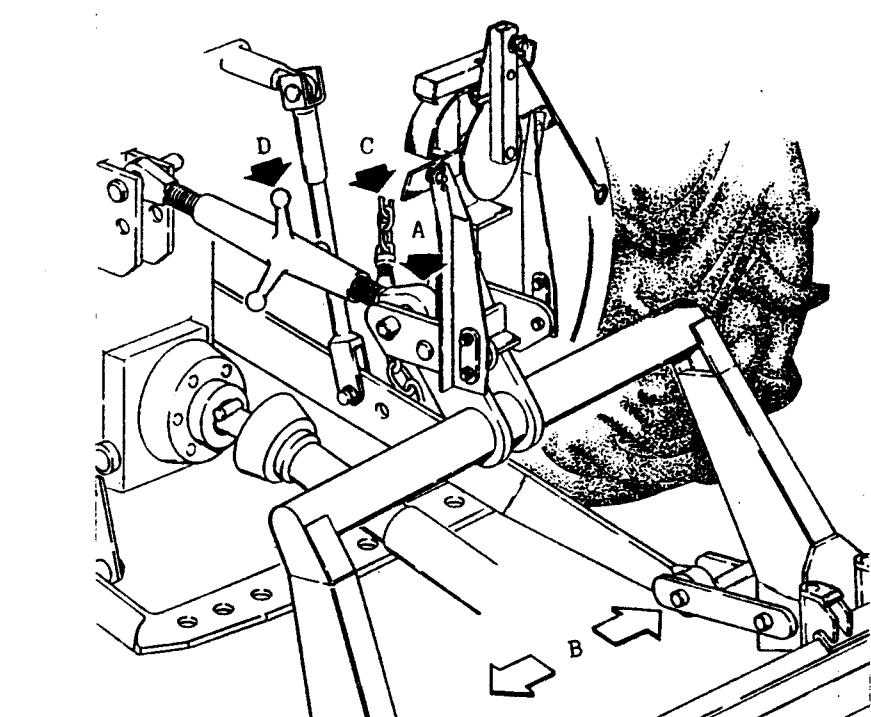
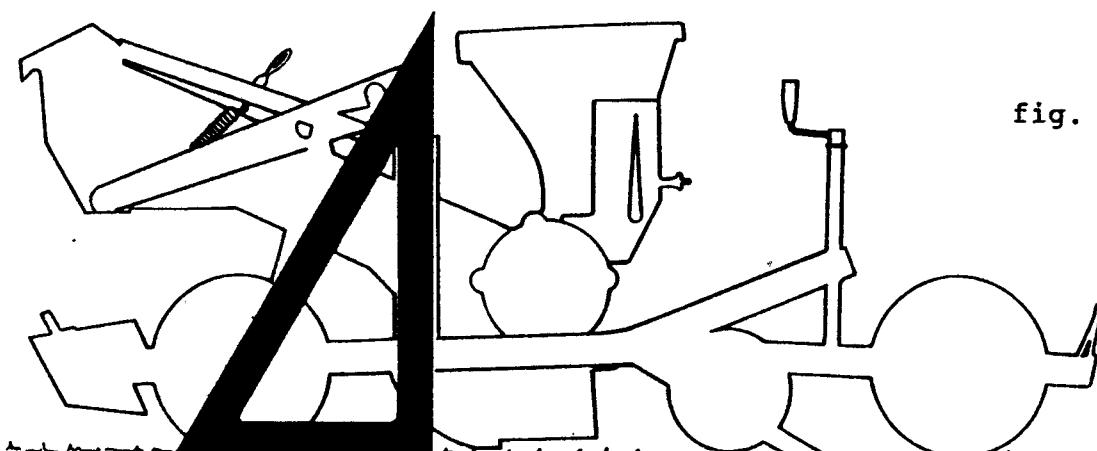

fig. 1
fig. 2
① Attacco seminatrice al trattore
Collegare la seminatrice al trattore sui tre punti (A-B) Fig. 1. Tendere le catene stabilizzatrici (C) del trattore per centrarla e ridurre al minimo le oscillazioni laterali durante la semina.
Con il braccio del terzo punto (D) regolare l'inclinazione dei seminatori la cui posizione è corretta quando sono perpendicolari al suolo (Fig. 2). Prima di iniziare la semina sollevare i puntelli di sostegno della seminatrice.
② Coupling of the planter
Couple the planter to the three points of the tractor (A-B) Fig. 1. Adjust the chains of the tractor (C) to center the planter and so reduce side vibrations. Make sure that planting units are perpendicular to the ground by means of the arm of the third point (D) Fig. 2. In case the furrowing is difficult due to the soil condition, incline them as indicated on point 1, Fig. 2. Before starting seeding lift the supports of the planter.
③ Attelage du semoir au tracteur
Atteler le semoir aux trois points du tracteur (A-B), selon Fig. 1. Tendre ensuite les chaînes stabilisatrices (C), de telle sorte que le semoir soit positionné dans l'axe longitudinal du tracteur, et que ses possibilités de déplacement latéral durant le semis soient réduites au minimum. Procéder au réglage du bras télescopique du troisième point (D), de telle sorte que le semoir soit parallèle au terrain Fig. 2. Avant d'entreprendre le travail de semis, relever les bêquilles de support du semoir.
④ Anbau der Sämaschine an den Schlepper
Verbinden Sie die Sämaschine mit der Dreipunkthydraulik gemäß Fig. 1 (A-B). Spannen Sie die Stabilisatorketten (C) der Unterlenker so, daß sich die Maschine zentriert und seitliche Bewegungen der Maschine beim Säen minimiert werden. Mit dem Oberlenker (D) stellen Sie die Neigung der Maschine ein. In richtiger Stellung ist die Maschine parallel zum Boden. Vor Einsatz der Maschine sind die Abstellstützen hochzuschieben.
⑤ Enganche de la sembradora al tractor
Emsablar la sembradora al tractor sobre los tres puntos (A-B) Fig. 1. Extender las cadenas (C) del tractor para centrarla y reducir al mínimo las oscilaciones laterales durante la siembra. Con el brazo del tercer punto (D) regula la inclinación de la sembradora cuya posición es correcta cuando están paralelos al suelo. Antes de iniciar la siembra levantar los palas de apoyo de la sembradora. Regular la inclinación de los sembradores cuya posición resulta correcta estando perpendiculares al suelo (Fig. 2). Inclinárlas como indica el punto (1) fig. 2, cuando la naturaleza del terreno hace que sea difícil trazar los surcos.